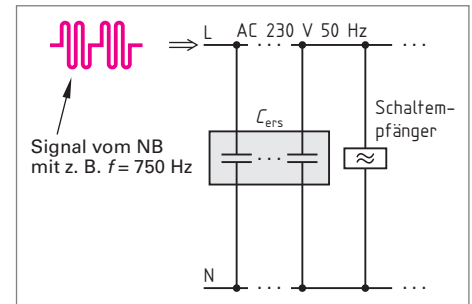

Bild 1: Kondensatoren in Anlagen mit Rundsteuersignalen
6. Mithilfe eines Rundsteuersignals mit einer Frequenz von z.B. 750 Hz kann ein Netzbetreiber z.B. öffentliche Straßenbeleuchtungen zentral ein- und ausschalten oder die Hoch- und Niedertarifumschaltung für verschiedene Verbraucher vornehmen. Warum kann ein solches hochfrequentestes Rundsteuersignal einen Schalteempfänger nicht erreichen, wenn im selben Netz viele Kondensatoren (C_{ers}) parallel geschaltet sind (**Bild 1**)? Begründen Sie Ihre Aussage.